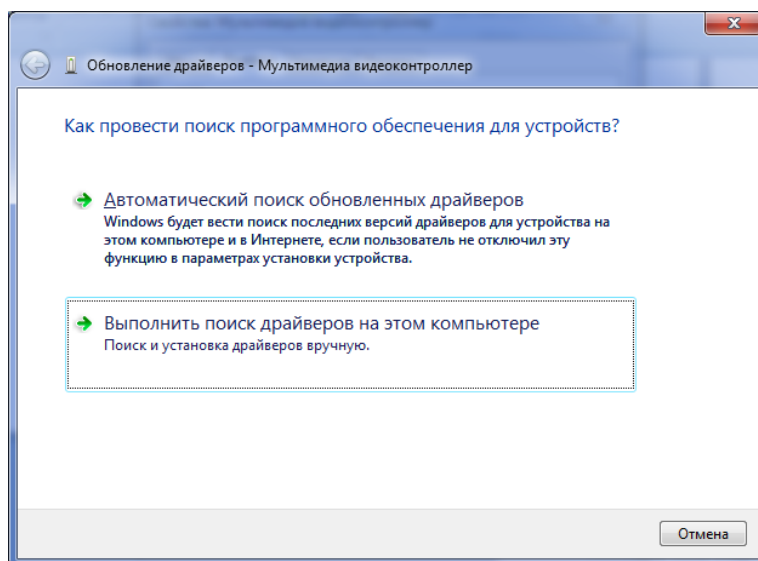

Рис.11. Диалоговое окно "Обновление драйверов"
3.3.5 При этом откроется диалоговое окно «**Обновление драйверов**», рис.11. Выберите опцию "**Выполнить поиск драйверов на этом компьютере**".